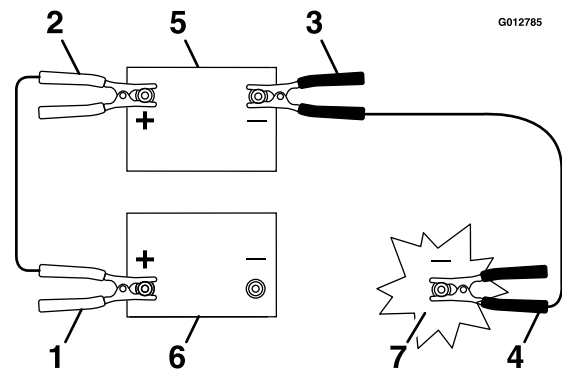

Figure 57
3. Connectez le câble positif (+) à la borne positive (+) de la batterie à plat qui est reliée au démarreur ou au solénoïde, comme montré à la Figure 57.